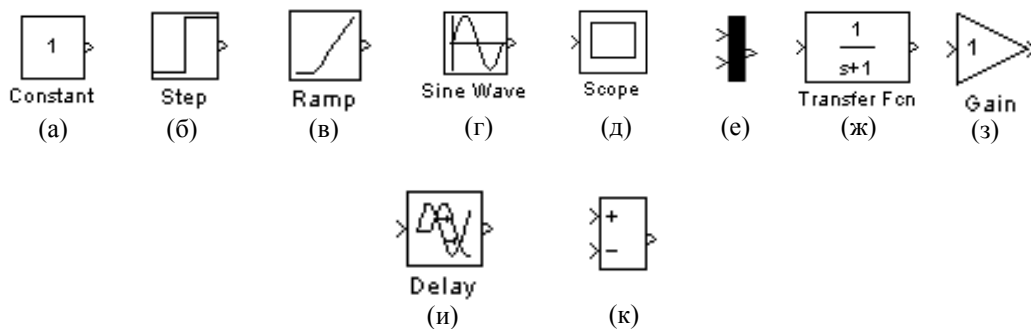

Рис.3.1. Основные блоки *Simulink*, используемые в лабораторных работах.
Рассмотрим блоки, входящие в состав библиотеки *Lab1Libr* (рис.3.1). Каждый блок имеет определенное число входов и выходов для связи с другими блоками модели. Некоторые блоки имеют только входы или только выходы. Свойства блоков определяются параметрами, задаваемыми пользователем. Эти параметры вводятся в окне параметров, для раскрытия которого выполняется двойной щелчок левой кнопкой мыши по изображению блока.
Первые четыре блока (рис.3.1,а–г) представляют собой настраиваемые источники сигнала. Они имеют один выход и не имеют входов.
**Источник постоянного сигнала (константа), рис.3.1, а.**
**Источник ступенчатого сигнала (*Step*), рис.3.1, б.**
**Источник линейно изменяющегося сигнала (*Ramp*), рис.3.1, в.**
**Источник синусоидального сигнала, рис.3.1, г.**
**Графический индикатор сигналов, рис.3.1, д.**
#### **Мультимплексор, рис.3.1,е.**
Остальные блоки (рис.3.1, ж–к) представляют собой преобразователи сигналов.
#### **Линейное динамическое звено, рис.3.1, ж.**
#### **Пропорциональное звено, рис.3.1, з.**
#### **Звено запаздывания, рис.3.1, и.**
#### **Сумматор, рис.3.1, к.**